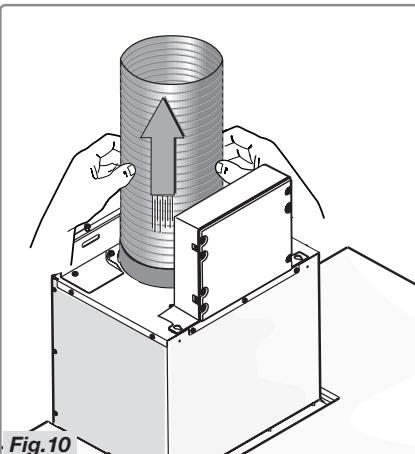

Fig.10
- Raccordez la bride au système d'évacuation d'air avec un tuyau (Fig.10).